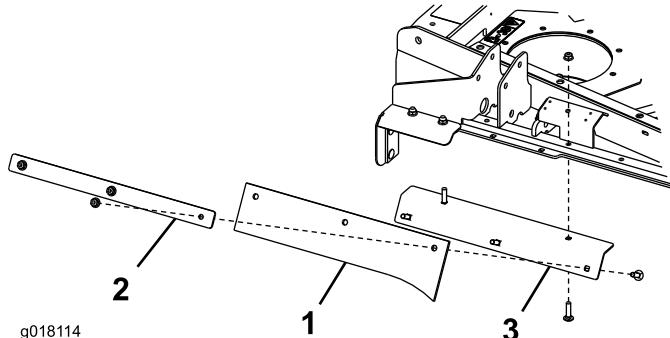

図 4
7. 長さ 16.75 インチ (426 mm) の外側フラップ、外側ストラップ、および外側アングルは、組み付け済みである（図 4）。
8. アセンブリを、刈り込みデッキの左後部角に取り付ける； $5/16 \times 1-1/4$ インチのキャリッジボルト2本とフランジナットを使用する（図 4）。